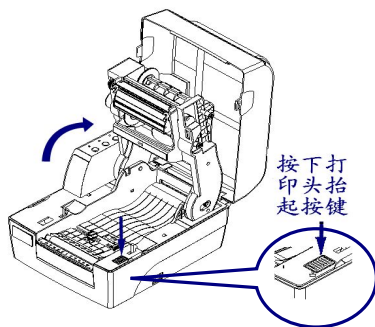

图 2.4.2
- 2) 向下按动打印头抬起按键；待碳带支撑架抬起后将其向上翻转至图示角度（听到轻微的“啪”提示声且不能继续向上翻转）；（见图 2.4.2）；